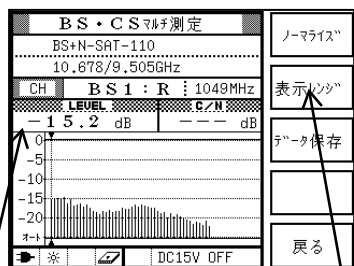

図 3a. チルト測定画面
①マルチ測定画面にて F・4 [その他の測定] → F・2 [TILT チェック] を押すと相対値表示に切り替わります。(図 3a)
②図 3a の画面で F・1 [ノーマライズ] を押すと、その時点の各チャンネルの信号レベルで正規化されます。
③ノーマライズ済みのチャンネルテーブルを用いて他の場所のチルト測定を行うことで、伝送路の周波数特性を確認できます。